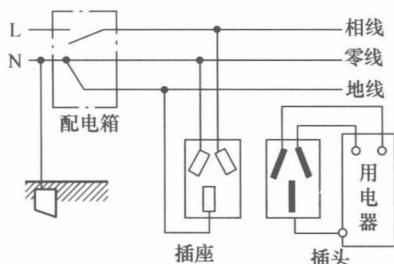

图 1-8 三线插座
- ① 不允许在同一电源上把一部分用电设备采用接零保护，另一部分采用接地保护。
- ② 在采用保护接零时，接零的导线必须连接牢固，以防脱线。在零线上不允许安装熔断器和开关。为使相线碰壳时保护电器能可靠地动作，要求接零的导线阻抗不能太大。在安装完毕后，必须严格检测接地电阻值是否合乎要求。
- ③ 配电箱进线处零线接大地，配电箱出线引出相线（L），工作零线（N）和保护零线（也称地线）用“ $\frac{1}{2}$ ”表示。插座和插头的正确接法如图 1-8 所示。